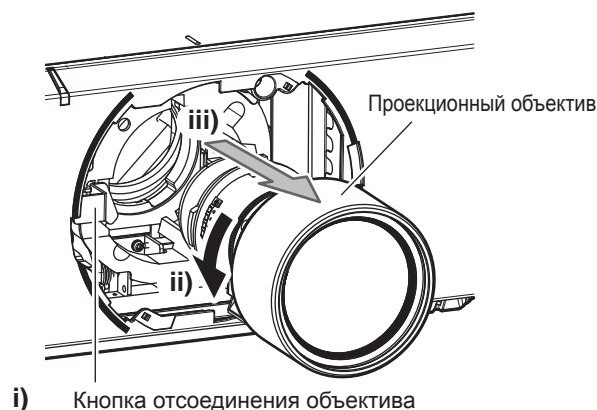

Рис. 2
- 2) Удерживая кнопку отсоединения объектива, поверните проекционный объектив против часовой стрелки до конца и снимите его. (Рис. 2)